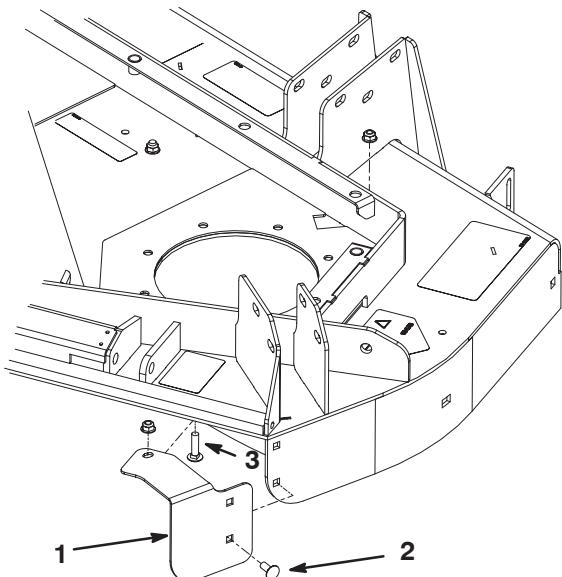

Figura 3
- Monte provisionalmente el lateral del protector de pie derecho en la esquina derecha trasera de la unidad de corte con 2 pernos de cuello cuadrado de 5/16 x 3/4 pulg. y 2 tuercas con arandela prensada. Posicione el deflector y los herrajes según muestra la figura 3.
- Monte provisionalmente la parte superior del protector de pie en la unidad de corte con un perno de cuello cuadrado de 5/16 x 3/4 pulg. y una tuerca con arandela prensada. Posicione los herrajes según muestra la figura 3.